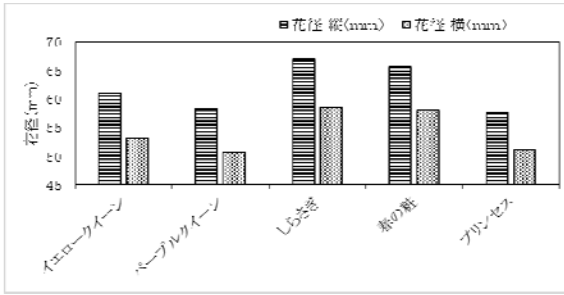
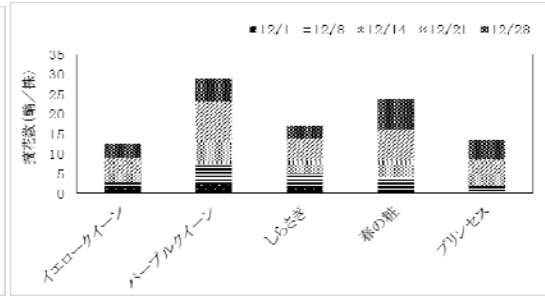

図1 高性パンジーの花径
図2 高性パンジーの摘花数
1. 開花は11月下旬から始まり、各品種とも単弁の縦に長い大輪の花をつけた(図1)。12月に入ると開花が連続してみられるようになったため、切り花長を得るため週1回の割合で摘花を行った。「パ」の摘花数は最多の28.7輪となった(図2)。摘花作業は、支柱の内側が狭く、花を摘む際に葉を傷めやすい。